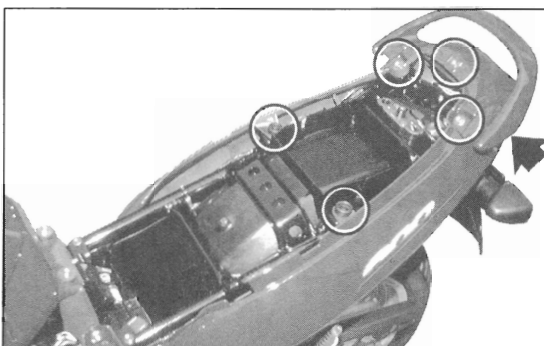

Bild 12 ►
- Benzinhahn auf ON drehen und Benzinstandgeberkabel trennen (Bild 12).